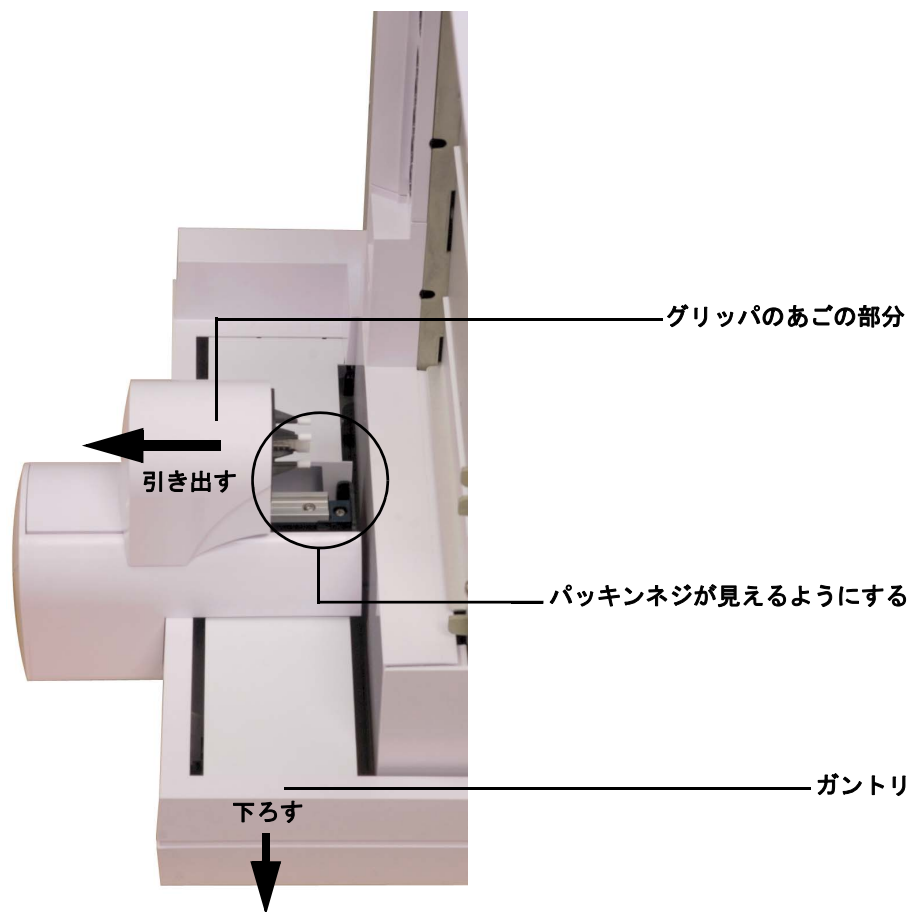

図 10 グリッパアセンブリエリアのパッキンネジが見えるようにする
- 7 安定した平面上にサンプルトレイを設置します。トレイの取り付けブラケットが上を向くように、機器の左側部を下にして置きます。ガントリを一番下まで下ろします (図 10)。
- 8 グリッパのあごの部分とトレイベースから離し、パッキンネジに手が届くようにします (図 10)。